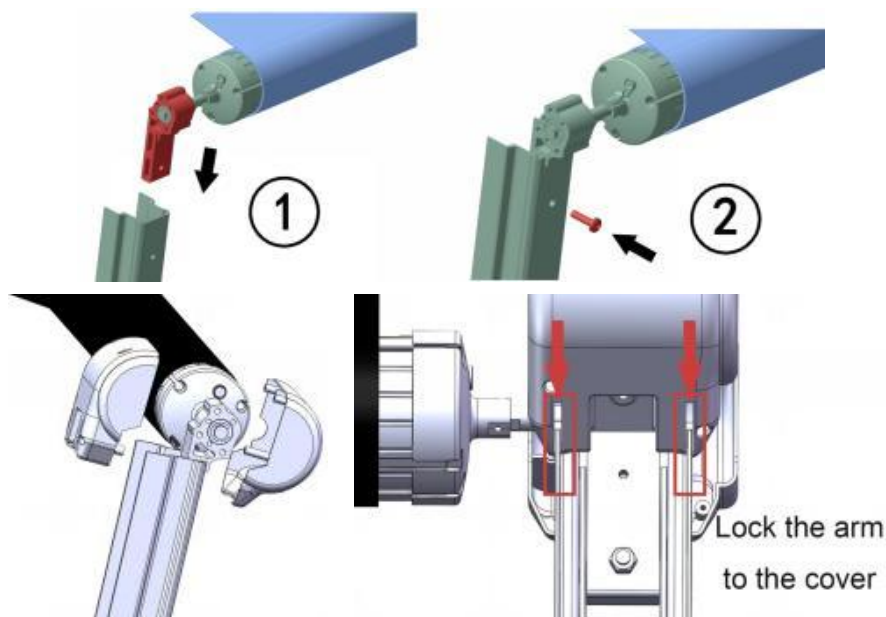

Figure D17
3.7.2 Retirez le cache décoratif situé sur le dessus du bras de pliage côté non moteur, insérez le volet et le support côté non moteur dans le dessus du bras de pliage, fixez-les à l'aide des vis (toutes les vis des caches), puis installez le cache décoratif. (Figure D17)